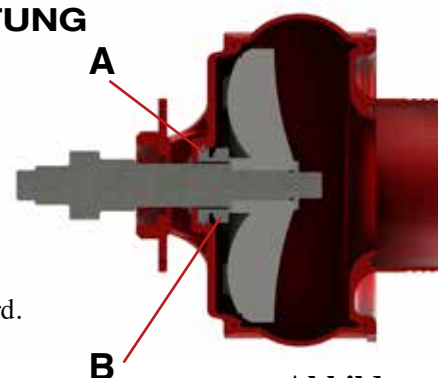

Abbildung 3
- 1) Das Element (A) (siehe Abbildung 3) in den Sitz des Spiralgehäuseträgers mit dem Element nach außen gerichtet einfügen;
- 2) Element (B) mit dem Teil Widia nach innen einfügen, sodass beide Elemente aus Hartmetall in Kontakt kommen;
- 3) Bei der Montage des Laufrads ist zu beachten, dass das Gummi des Elements (B) während der Kompression der Feder nicht zerschnitten wird.